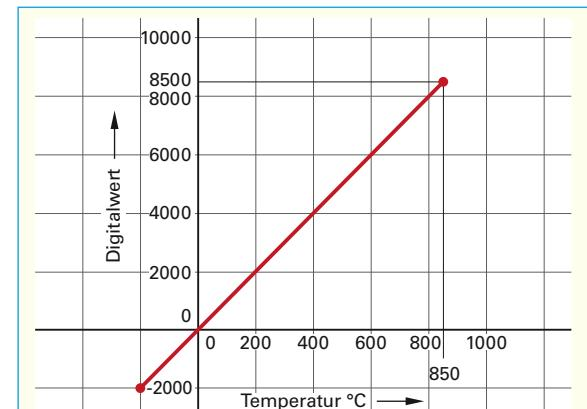

Bild 1: Sensorkennlinie
b) Zeichnen Sie die vollständige Sensorkennlinie in **Bild 1** ein.